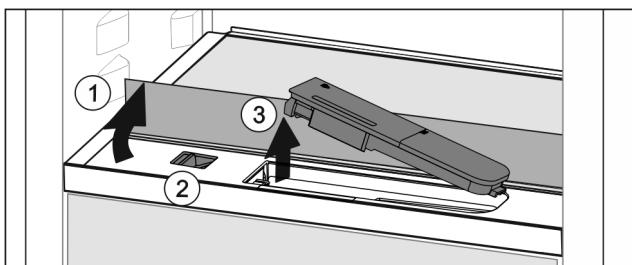

Fig. 145
- Повдигнете стъклена плоча и я завъртете до ограничителя назад Fig. 145 (1).
- Преместете пъзгача Fig. 145 (2) наляво.
- Извадете резервоара за вода Fig. 145 (3).